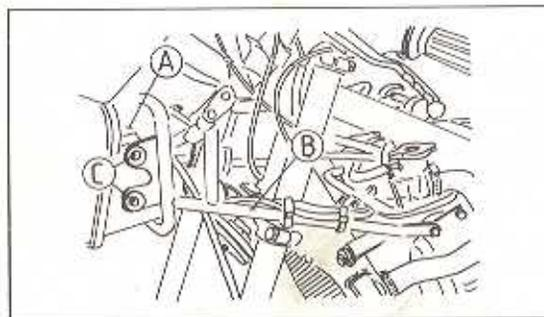

Bild 267
- Die Instrumenteneinheit abnehmen (Bild 267).